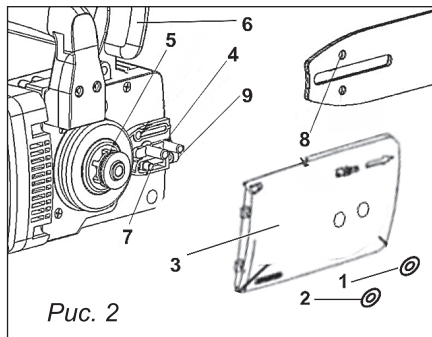
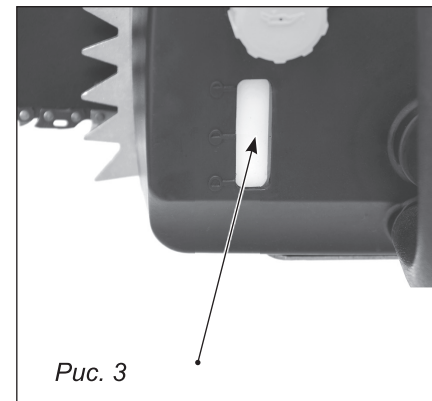

Рис. 2
Рис. 3
Проверьте, чтобы напряжение в сети соответствовало указанному на идентификационной табличке на корпусе пилы. Перед началом работы необходимо проверить готовность пилы к работе в соответствии с руководством по эксплуатации. Проверьте так же систему смазки цепи и уровень масла в бачке (рис. 3).
- Следите за уровнем масла в масляном бачке в процессе пиления, уровень масла смотреть в окошечке (рис. 3).
Перед началом работы, проверьте автоматическое смазывание цепи и уровень масла (рис. 3). Включите цепную пилу и держите ее не касаясь никаких поверхностей и земли, в целях безопасности. Если Вы видите масло на цепи во время движения цепи, система смазывания цепи работает правильно, если нет никаких следов масла вообще, попробуйте прочистить канал для подачи масла (рис. 2, п. 11) и отверстие подачи масла направляющей шины (стр. 11) или обратитесь в Сервисный центр.
Звёздочка ведущая (рис. 2, п. 13) так же подвержена высокому износу. Если Вы заметили, что зубцы звездочки изношены, необходимо ее заменить. Для замены звездочки обратитесь в сервисный центр.
В случае отдачи, тормоз цепи приводится в действие путем нажатия на рычаг тормоза цепи (рис. 2, п. 6). Рычаг тормоза цепи выдвигается вперед тыльной стороной руки, и это заставляет тормоз цепи останавливать движение цепи в течение 0,12 сек.